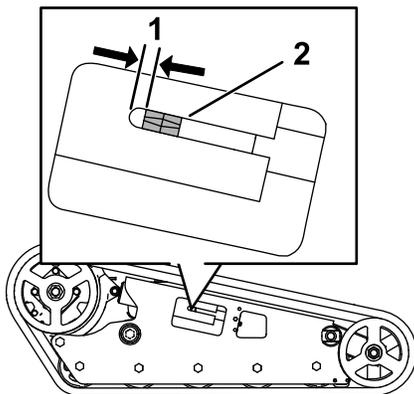

Bild 57
Die Spannmutter sollte einen Abstand von 1,3 cm von der Rückseite des Spannungsrohrschlitzes haben (Bild 57). Stellen Sie sonst die Kettenspannung mit den folgenden Schritten ein:
5. Drehen Sie die Spannschraube mit einer Ratsche (1/2") nach links, bis der Abstand zwischen der Spannmutter und der Rückseite des Spannungsrohrschlitzes 1,3 cm ist, wie in Bild 57 abgebildet.